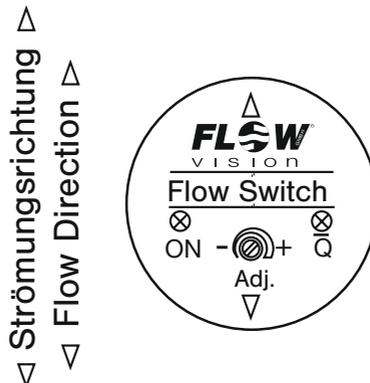
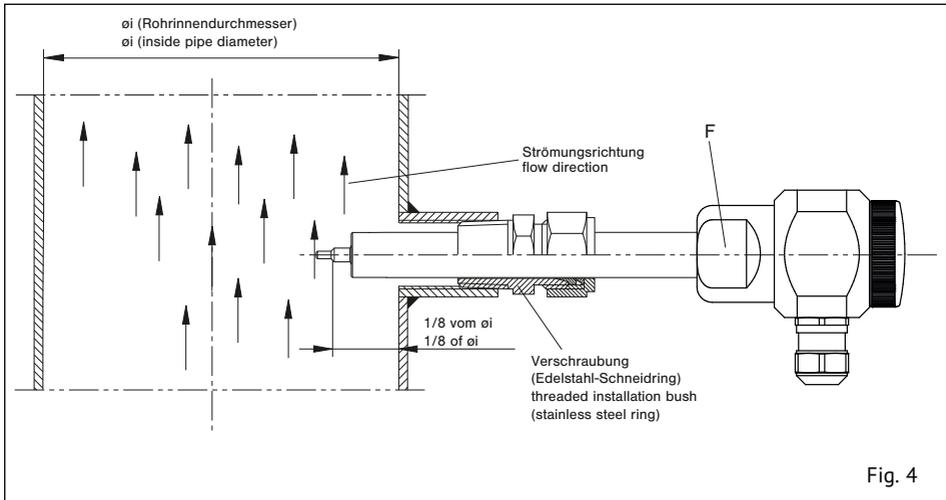

Fig. 3
Fig. 4
- 3 Die beiden Messfühler (S) müssen nebeneinander im Strömungsmedium liegen (siehe Fig. 2). Dies ist der Fall, wenn die Schlüsselansatzflächen (F) parallel zur Rohrleitung stehen (siehe Fig. 4) und die Markierung auf der Frontplatte mit der Strömungsrichtung übereinstimmt (siehe Fig. 3).
Der Absatz der Messfühler (7 mm ab Spitze gemessen) sollte etwa bei  $1/8$  des Rohrdurchmessers  $\varnothing$  liegen (siehe Fig. 4).
- 3 The two sensors (S) on the flow monitor must be aligned side by side directly across the direction of flow (see fig. 2). The sensors are correctly positioned when the wrench flats (F) are aligned parallel with the pipeline (see fig. 4) and when the marking on the front matches the flow direction (see fig. 3).
The bevel of the sensors (measured 7 mm/.28 in. from top) should be positioned at about  $1/8$  of the inside pipe diameter  $\varnothing$  (see fig. 4).
- 3 Die gelbe LED ( $\bar{Q}$ ) im Strömungswächter (siehe Fig. 3) zeigt den momentanen Ist-Bereich des Schaltpunktes an.
- 3 The yellow LED ( $\bar{Q}$ ) on the Flow Monitor (see fig. 3) indicates the actual range of response value.